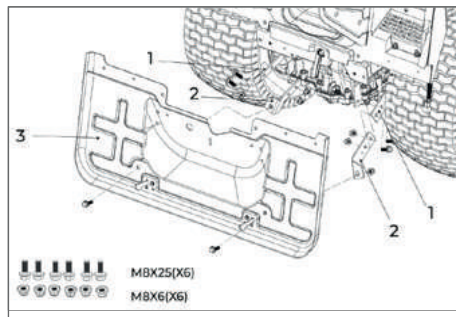

Рис. 7
### 6.6 Установка компонента I заднего экрана (рис. 7)
- Установите 2 кронштейна (рис. 7, поз. 2) на раму (рис. 7, поз. 1) с помощью 4 болтов (M8x25) и 4 гайки (M8).
- Установите заднюю панель (рис. 7, поз. 3) на кронштейн с помощью 2 болтов (M8x25) и 2 гайки (M8).